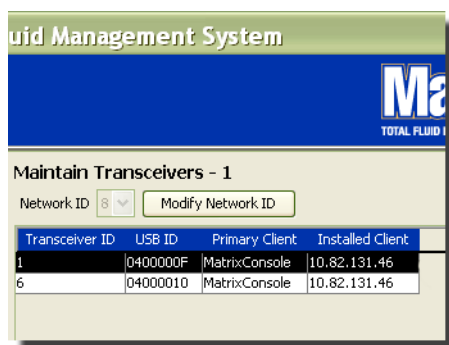

FIG. 92
7. El Perfil de cliente principal actualizado se muestra en el campo Cliente principal, tal como se representa en la FIG. 92.
5. La información de fluido se muestra en la pantalla Fluidos, tal como se representa en la FIG. 92.